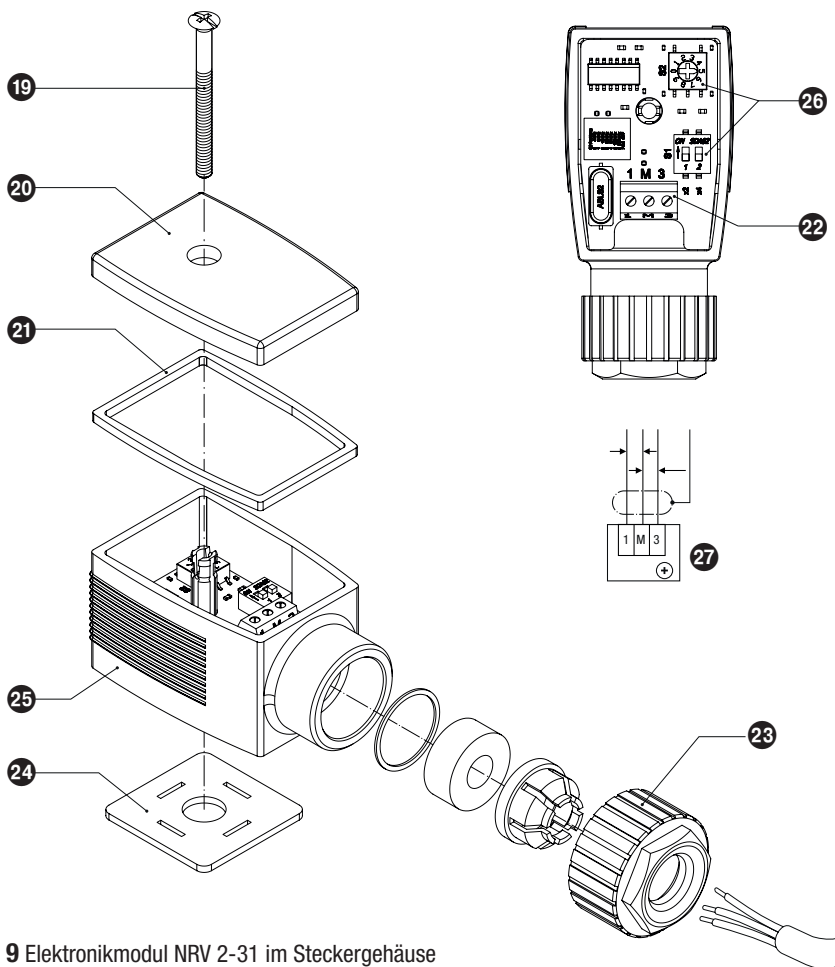

Fig. 9 Elektronikmodul NRV 2-31 im Steckergehäuse
1. Schraube 19 lösen. **Fig. 9**
Innerhalb des Messbereichs der Elektrode kann ein aktiver Messbereich festgelegt werden. Mit dem Drehkodierschalter S2 26 Fig. 9 wird die Länge des aktiven Messbereichs vorgewählt.